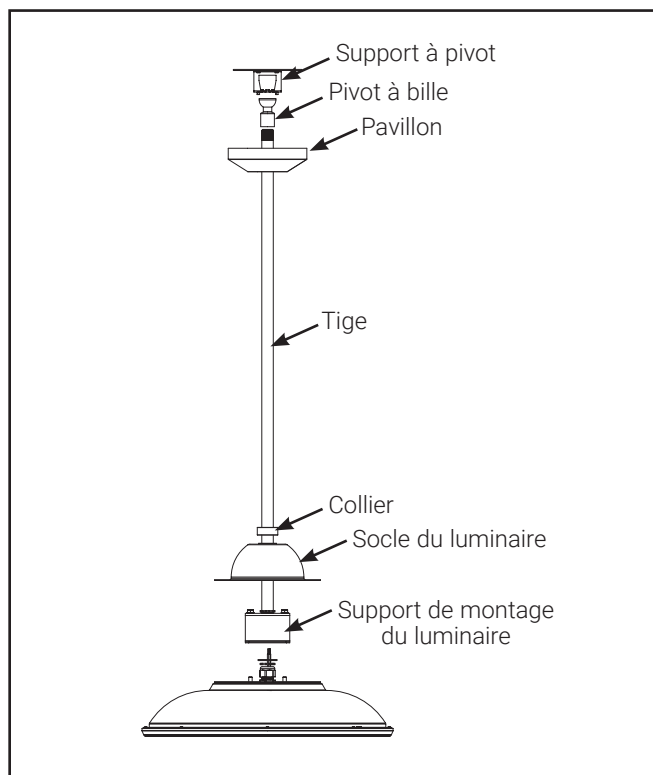

Figure 7
2. Placez le socle du luminaire, le collier et le pavillon sur la tige illustrée dans la **FIG. 7**.